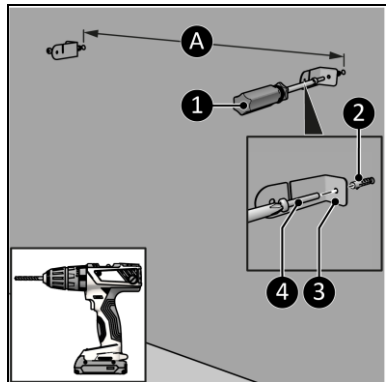

Abbildung 10
4. Bohren Sie mindestens 610 mm über dem Boden zwei Löcher für die Halterungen. Der Abstand zwischen den Löchern beträgt ungefähr (Abbildung 10, Pos. A)\*:
5. Platzieren Sie die Wanddübel (Abbildung 10, Pos. 2).
6. Schrauben Sie eine linke und eine rechte Halterung (Abbildung 10, Pos. 3) mit einer großen Schraube (Abbildung 10, Pos. 4) mit einem Phillips Kreuzschlitzschraubendreher (Abbildung 10, Pos. 1) an die Wand.